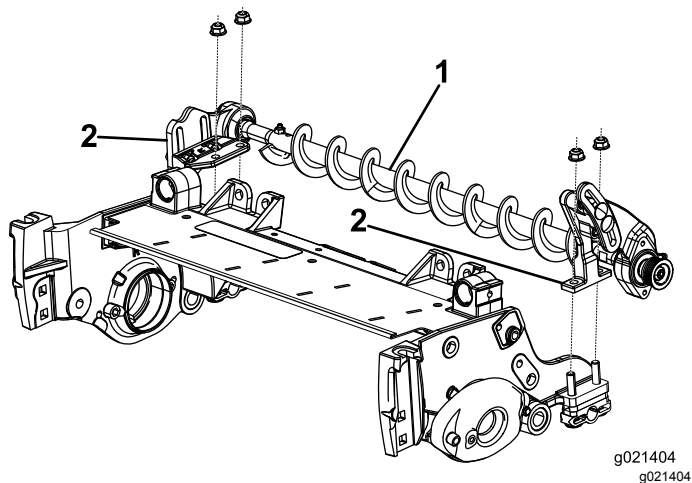

図 13
18. 左または右ローラブラシアセンブリ取り付けブラケットを、ローラブラケットボルトにセットする 図 13。